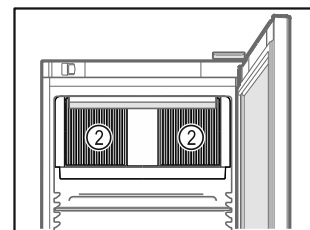

Fig. 61
- Sørg for at cirkulationsblæserens ventilationsåbninger Fig. 61 (2) i det indvendige rum altid er frie.